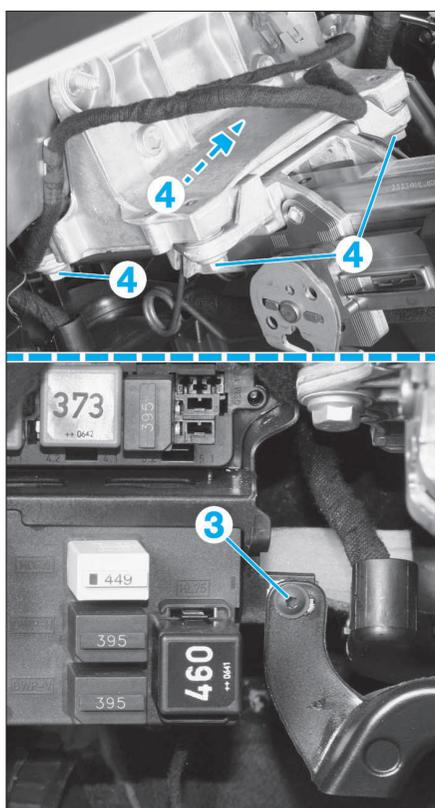

FIG. 4
- Déposer la vis (3) (Fig.4).
- Déposer les vis de fixation (4) de la colonne de direction.